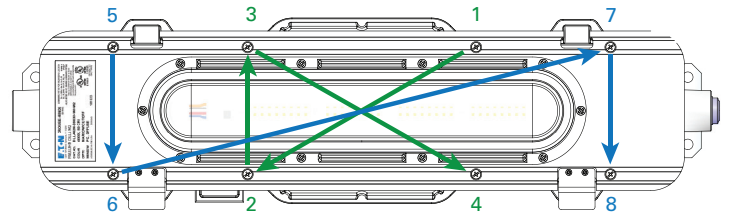

Figura 1. Tornillos de la cubierta del controlador
4. Afloje los ocho (8) tornillos de la cubierta de acero inoxidable n.º 10-32 x 1,9 mm [0,75"] (consulte la Figura 1) hasta que los tornillos estén libres de la cubierta del controlador. Los tornillos son de tipo cautivo y no deben quitarse completamente del conjunto de conexión del mecanismo de iluminación.
10. Con el módulo de sobretensión de repuesto instalado y el cableado fijado, gire el subconjunto del mecanismo de iluminación para volver a colocarlo sobre la cubierta del controlador y fije los ocho (8) tornillos de montaje. Apriete los tornillos según el patrón indicado en la Figura 1. Aplique un torque a los tornillos de montaje de 2,6 N-m [23 in-lb].